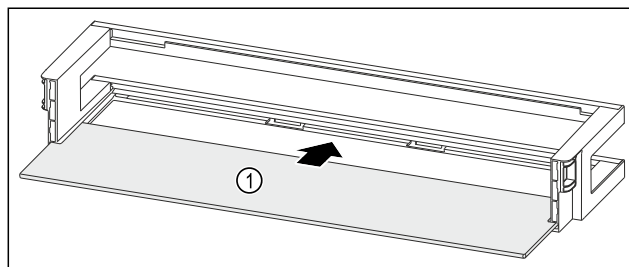

Fig. 52 Ajtópolc tárolólappal
- ▶ Tolja be a tárolólapot Fig. 52 (1) az oldalsó mélyedésekbe.